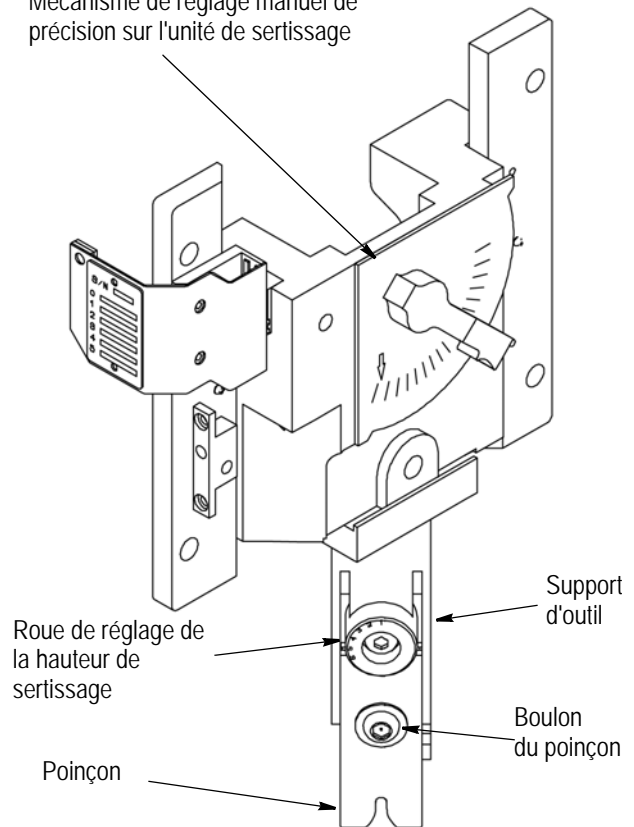

Figure 7
4. Desserrer le boulon du poinçon (Figure 7).
5. Tourner la roue de réglage de la hauteur de sertissage (Figure 7) d'une position. Si une hauteur de sertissage plus petite est requise, ajuster la roue de réglage sur un nombre plus petit. Si une hauteur de sertissage plus grande est requise, ajuster la roue de réglage sur un nombre plus grand.